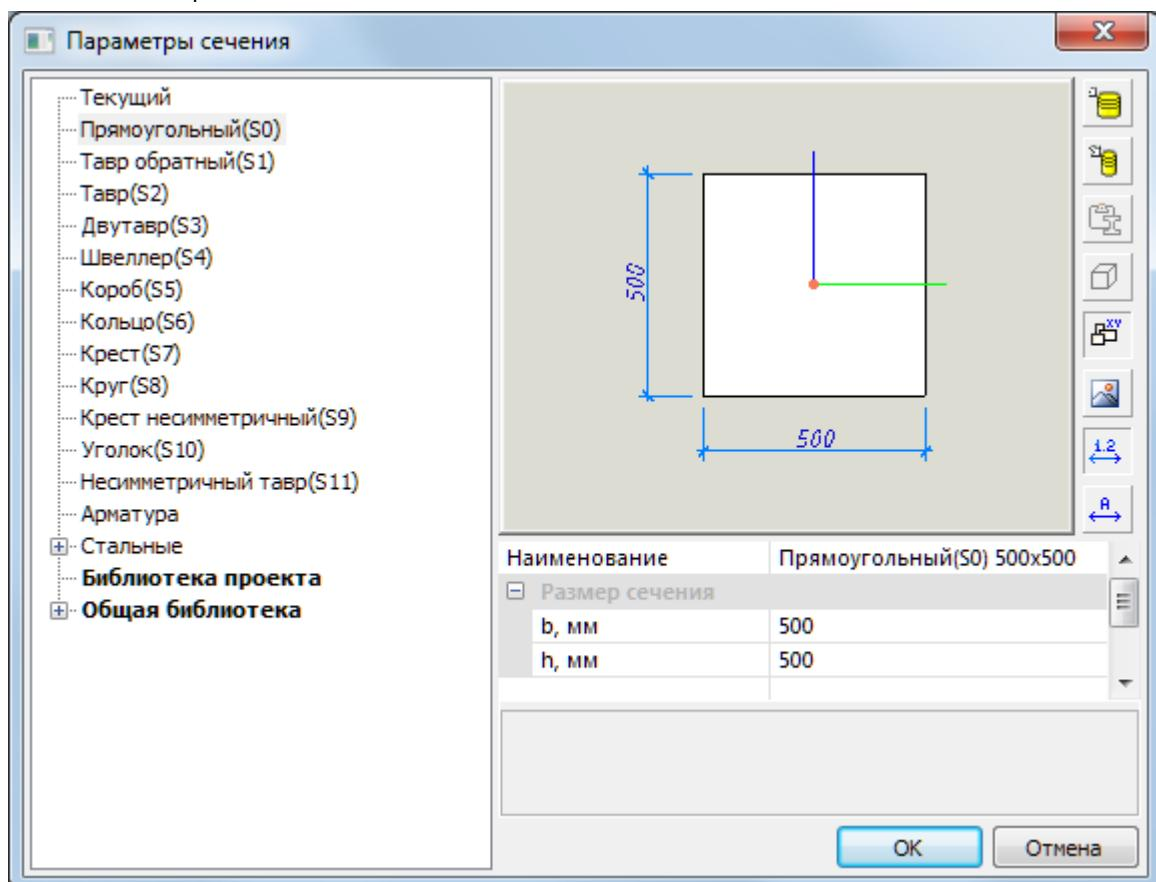

Рис.3.1. Диалоговое окно Параметры сечения
- Вызовите диалоговое окно Параметры сечения (рис.3.1) щелчком по кнопке Сечение в строке свойств инструмента Колонна.